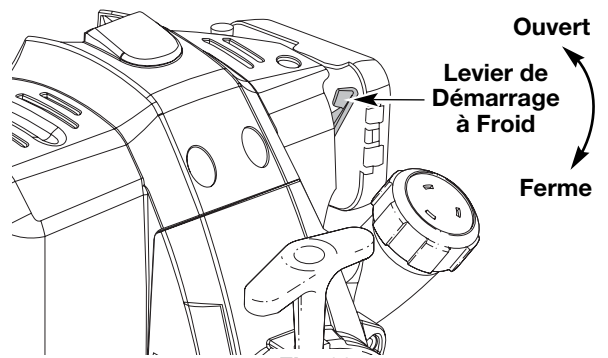

Fig. 23
**SI FROID...** Par temps froid (sous 4°C/ 40°F), mettez le levier de démarrage à froid (Fig. 23) en position fermé et passez à l'étape 3. N'abaissez PAS ce levier si la température dépasse 4°C (40°F).